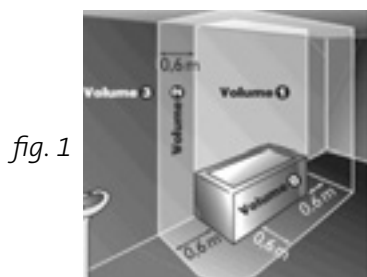

fig. 1
- Il peut être installé dans le volume 2 et 3 (Fig.1) de la salle de bains, sous réserve qu'il ne puisse être atteint par une personne utilisant la baignoire ou la douche. Il ne doit pas être raccordé à une borne de terre. Cet appareil ne doit jamais être installé avec son boîtier d'alimentation en position haute.